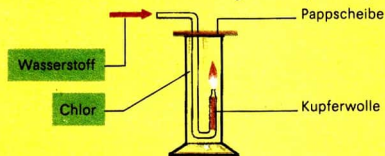

Abb. 74 Wasserstoff reagiert mit Chlor
**Vorsicht!** In einen mit Chlor gefüllten Standzylinder wird eine Wasserstoffflamme gehalten (Abb. 74).